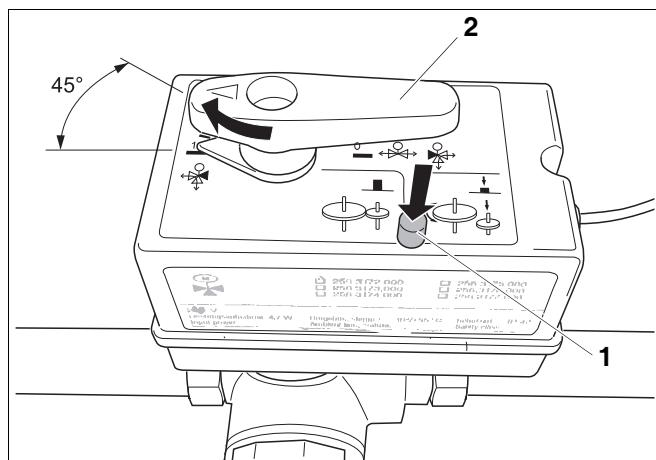

Рис. 60 Установка трёхходового клапана в среднее положение
- Если имеется бак-водонагреватель, то установите механический переключатель на трёхходовом клапане в среднее положение (рис. 60). Для этого держите кнопку (рис. 60, поз. 1) нажатой и поверните рычаг (рис. 60, поз.2) на 45°.